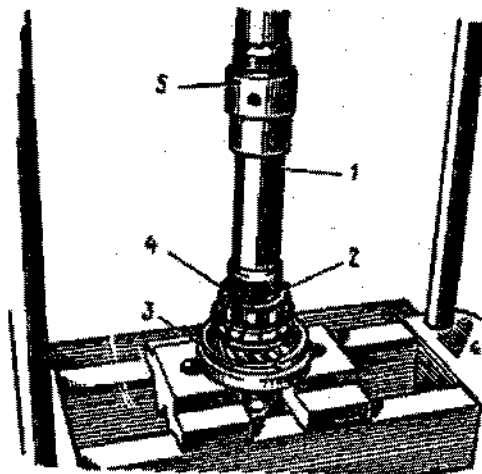

Fig. 3-26. Desmontagem da árvore secundária: 1 - mandril 41.7816-4069; 2 - anel de retenção; 3 - semi-anel de apoio; 4 - arruela elástica; 5 - ariete da prensa.
- b) instalar a árvore secundária com o mandril 41.7816-4069 em uma prensa (fig. 3-26). Posicionar os semi-anéis de apoio 3 sob a engrenagem de 3a. velocidade e, pressionando com o mandril a arruela elástica, remover o anel de retenção 2; remover, a seguir, a arruela elástica 4, o conjunto sincronizador de 3a. e 4a. e a engrenagem da 3a. velocidade.